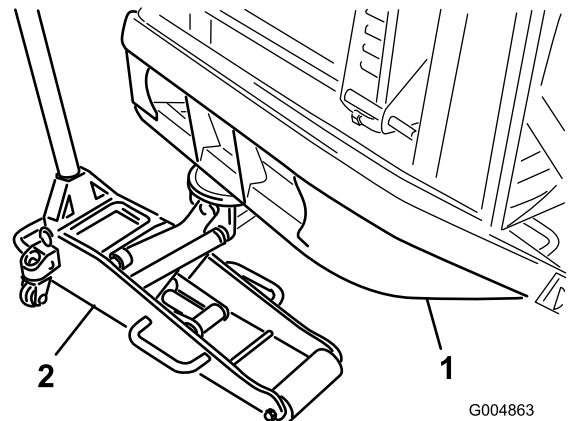

Figure 1
- Placez un cric d'atelier adapté sous le tube de pare-chocs arrière et soulevez les roues arrière du sol (Figure 1).